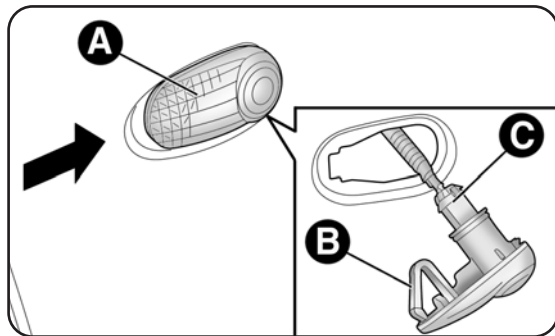

fig. 26
- agir sur le transparent A-fig. 26 de façon à comprimer le clip B, puis extraire l'ensemble vers l'extérieur;